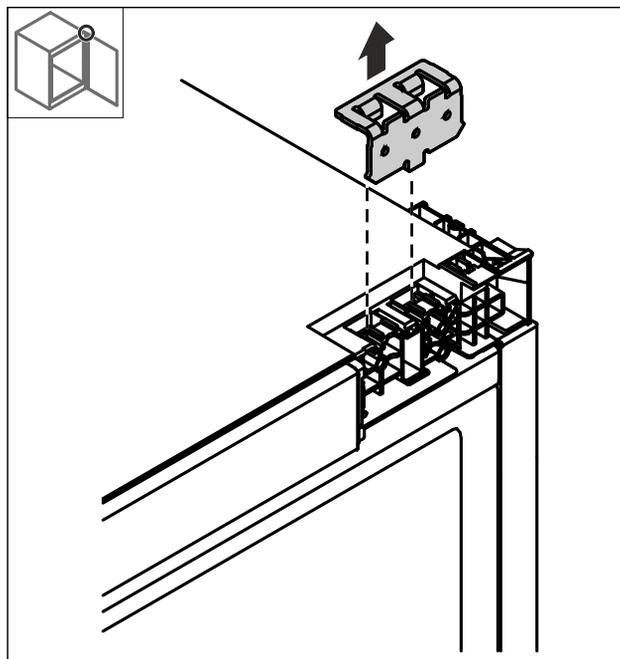

図22
- 図22で取り外した上部ブラケットを反対側に差し込みます。